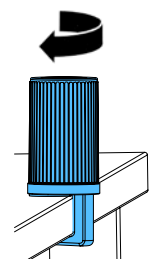

図4
- ⇒万能クランプ付きベースを作業台の後側か横側に取り付けます (図4)。
- ⇒サポートアーム (2) をベースに挿入します。赤いプラスチックディスク(30) がベースとサポートアームの間にあることを確認してください。